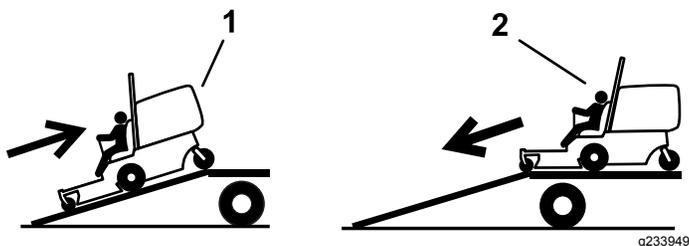

Figura 28
4. Risalite in retromarcia la rampa (Figura 28).
2. Scendete dalla rampa in marcia avanti (Figura 28).